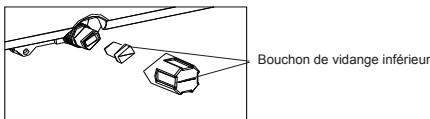

Fig.21
-Lorsque le niveau d'eau dans le plateau inférieur atteint une hauteur prédéterminée, l'appareil émet 8 bips, le code d'erreur « P1 » apparaît sur l'afficheur numérique et le processus de climatisation/déshumidification arrête immédiatement. Toutefois, le moteur du ventilateur continue de fonctionner (c'est normal). Déplacez l'appareil avec précaution vers un endroit approprié pour le vider, retirez l'embout de vidange inférieur et laissez l'eau s'écouler (fig. 21). Réinstallez l'embout de vidange inférieur et laissez-le fonctionner jusqu'à ce que le code P1 disparaisse. Si le message d'erreur réapparaît appelez le service à la clientèle.
- Enlevez le bouchon de la sortie de vidange inférieure et laissez toute l'eau du plateau inférieur s'évacuer (voir fig.21).